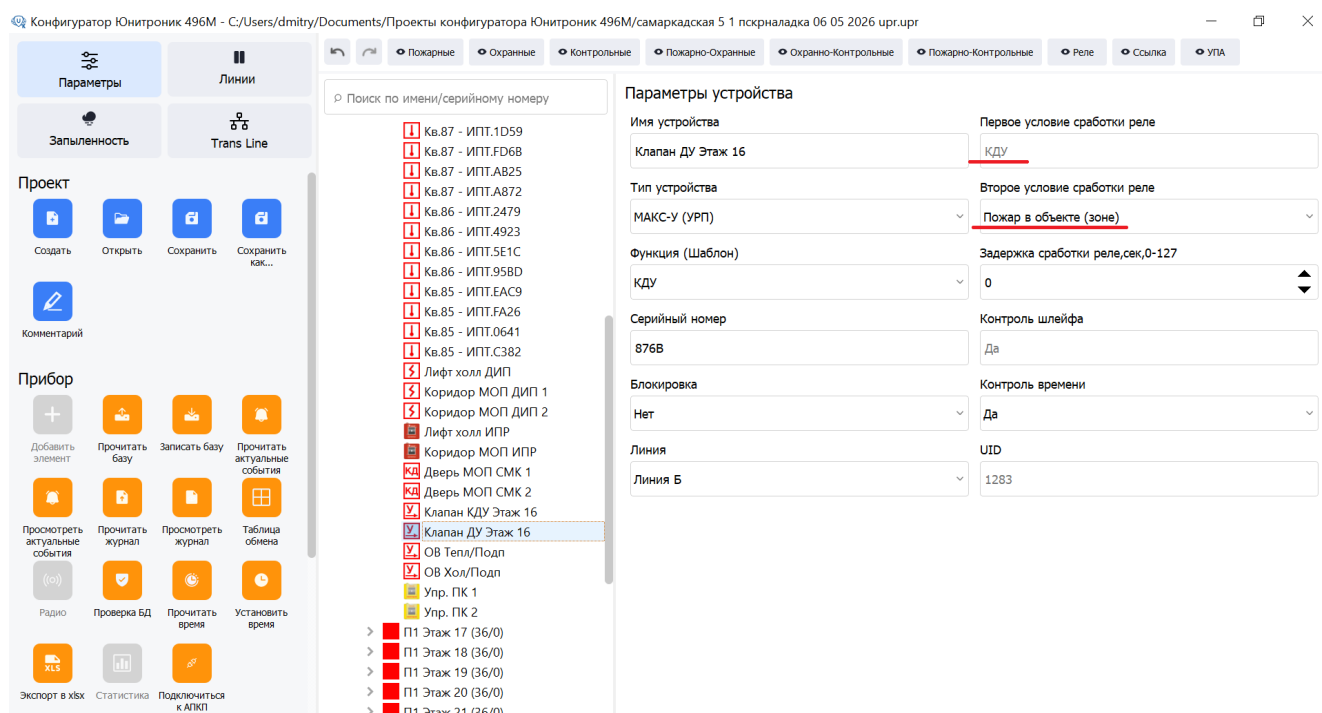

Рис.14. Пример применения шаблона «КДУ» - клапан дымоудаления.
- режим "КДУ" (рис.14): если Объектом назначен этаж жилого дома, а группа УПА – это все этажи секции, то при такой пометке управляющего модуля при открытии подключенного к нему клапана дымоудаления открытие других клапанов с такой же пометкой будет заблокировано в других Объектах данной группы УПА (на других этажах в пределах секции жилого дома). Однако другие клапаны в том же Объекте (на том же этаже) могут быть открыты;